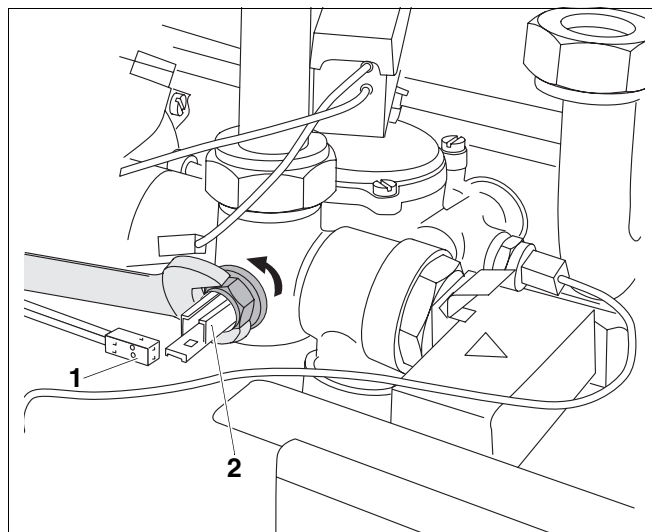

Fig. 21 Înlocuirea traductorului pentru apă de încălzire
- Se decuplează conectorul (Fig. 21, Poz. 1).
- Se deșurubează senzorul de agent termic (Fig. 21, Poz. 2) și se înlocuiește cu unul nou (se va utiliza o garnitură nouă).